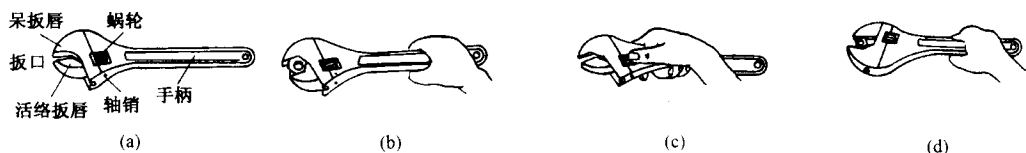

图 1-15 活络扳手
活络扳手的钳口可以在规定的范围内任意调整大小,使用方便,故普遍采用,并作为电工常用工具。其结构如图 1-15 (a) 所示,它主要由头部和柄部两部分组成。头部由活络扳唇、呆扳唇、扳口、蜗轮、轴销和手柄等部分组成,活络扳手的规格用长度 $\times$ 最大开口宽度表示,单位为 mm,例:150 $\times$ 19 表示长度 150mm,开口宽度 19mm。
(1) 根据螺母的大小,用两手指旋动蜗轮以调节扳口的大小,将扳口调到比螺母稍大些,卡住螺母,再用手手指旋蜗轮使扳口紧压螺母。扳动大螺母时力矩较大,手要握在近柄尾处,如图 1-15 (b) 所示;扳动小螺母时力矩较小,又因为螺母过小容易打滑,手应握在近头部的地方,施力时手指可随时旋调蜗轮,收紧活络扳唇,以防打滑,如图 1-15 (c) 所示。
(2) 活络扳手不可反用,以免损坏活络扳唇,如图 1-15 (d) 所示。也不可用钢管接长柄施力,以免损坏扳手。
(3) 不应将活络扳手作为撬棒和锤子使用。